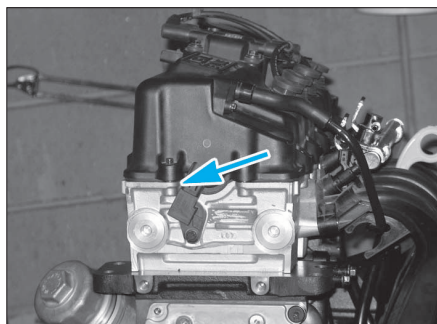

FIG. 5
- Déposer les 4 fixations (2) puis la bobine d'allumage (3).
- Débrancher les tuyaux (4) et (5).
- le capteur de position d'arbre à cames (Fig.5).